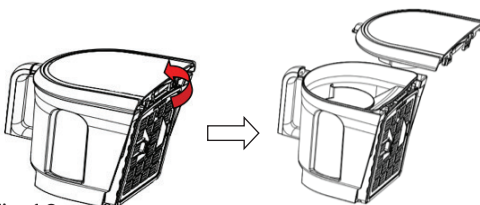

Fig.10
3. Sostenga el tanque de polvo sobre un recipiente de basura y luego presione el botón en la abertura ubicada en la parte superior (por encima de las flechas PULL) para extraer la tapa del tanque de polvo y vaciar el depósito de polvo (Fig. 10).